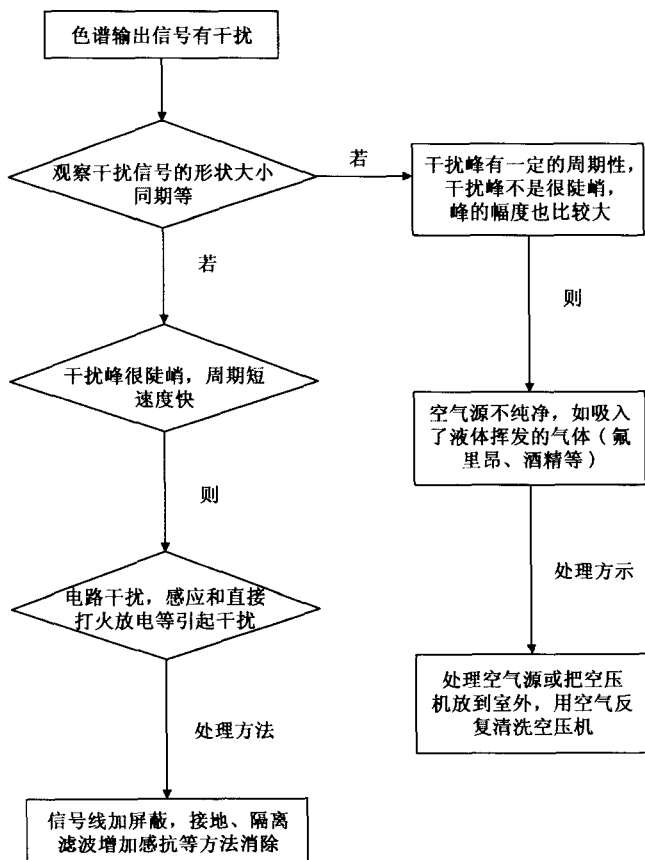

图 1-1-6 信号干扰故障排除框图
- (1) 色谱输出基线电压值有上下起伏峰。
- (2) 色谱周期性输出一个峰值电压或基线一直往上增加。
- 排除方法如图 1-1-6 所示。